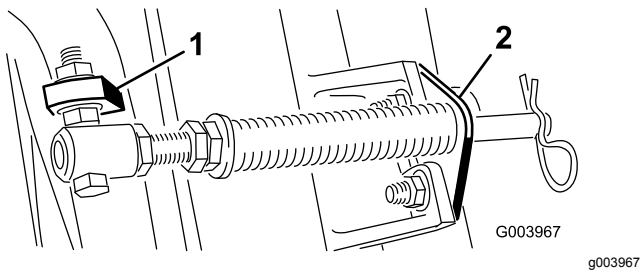

Figura 6
- C. Monte o parafuso no tubo da mola no separador oposto na estrutura de suporte e prenda com a porca flangeada. A cabeça do parafuso deve ser colocada no lado de fora do separador conforme ilustrado na Figura 6.
- D. Monte o suporte da barra nos separadores da unidade de corte com os parafusos de carroçaria e as porcas (Figura 6).